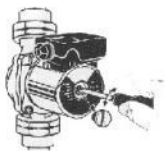

рис. 5
3. Удалите воздух из насоса ослабив заглушку, но не отвинчивая ее до конца (рис. 5)
• При продолжительном простое периодически проворачивайте вал, во избежание его блокировки: отвинтите заглушку на задней стенке насоса, с помощью плоской отвертки проверните вал мотора, затем закрутите заглушку. (рис. 5)